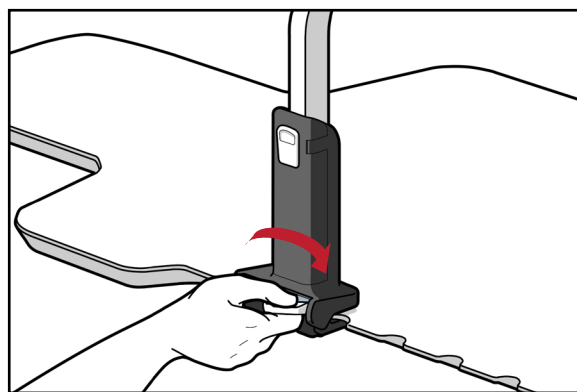

Fig. 2
4. Bloquee ambas pinzas del puente girando la palanca de bloqueo hasta que queden fijas. (Fig. 2)